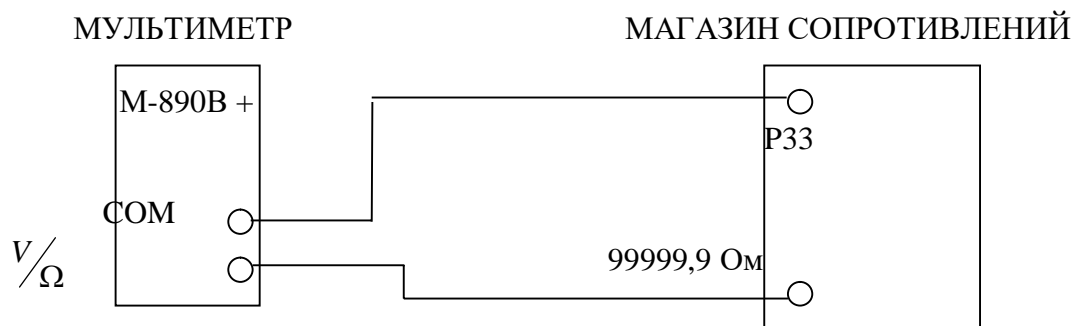

Рис. 2. Схема измерения сопротивлений.
3.1.1 . Собрать схему измерения сопротивлений (Рис. 2).